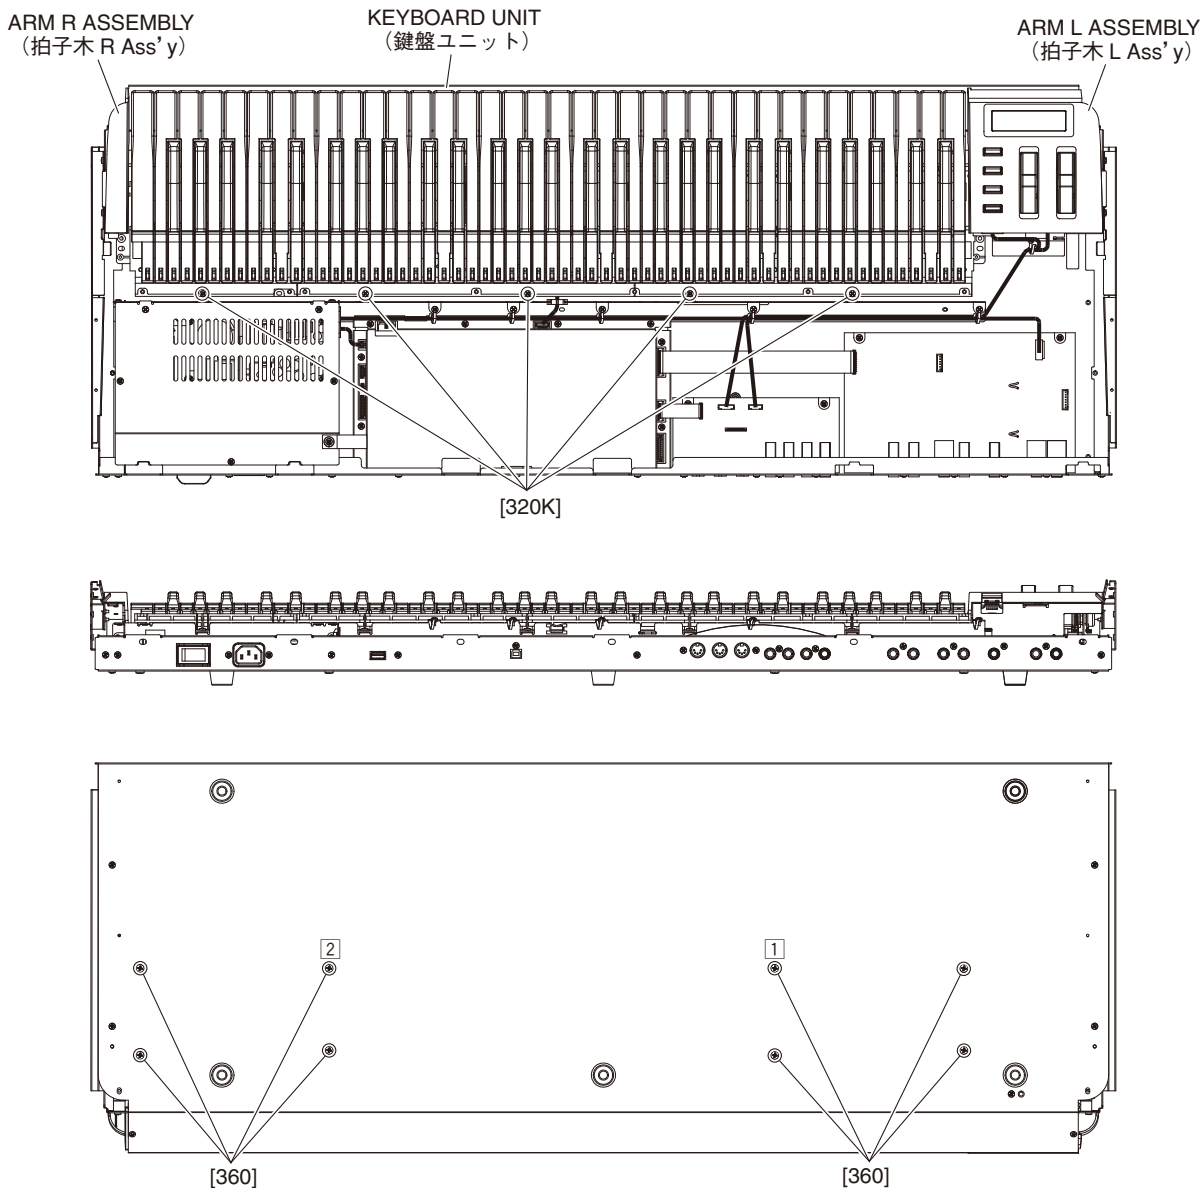

Fig. 16 (図 16)
Turn the unit upside down and remove the eight (8) screws marked [360]. (Fig. 16)
Turn the unit upside down and remove the twelve (12) screws marked [360]. (Fig. 16)
- \* **When installing the keyboard unit, tighten the screws ① and ② shown in the figure 16 in numerical order and then tighten the other screws.**
本体を裏向きにして、[360] のネジ 8 本を外します。(図 16)
本体を裏向きにして、[360] のネジ 12 本を外します。(図 16)
- ※ 鍵盤ユニットを取り付ける際は、図 16 に示す ①、② の順にネジを締めてから他のネジを締めてください。
18-5. Remove the five (5) screws marked [320K]. Then lift the right side of the keyboard unit a little and remove it by sliding it to the right. (Fig. 16)
18-5. [320K] のネジ 5 本を外して、鍵盤ユニットの右側を少し持ち上げて右側へ引き出します。(図 16)